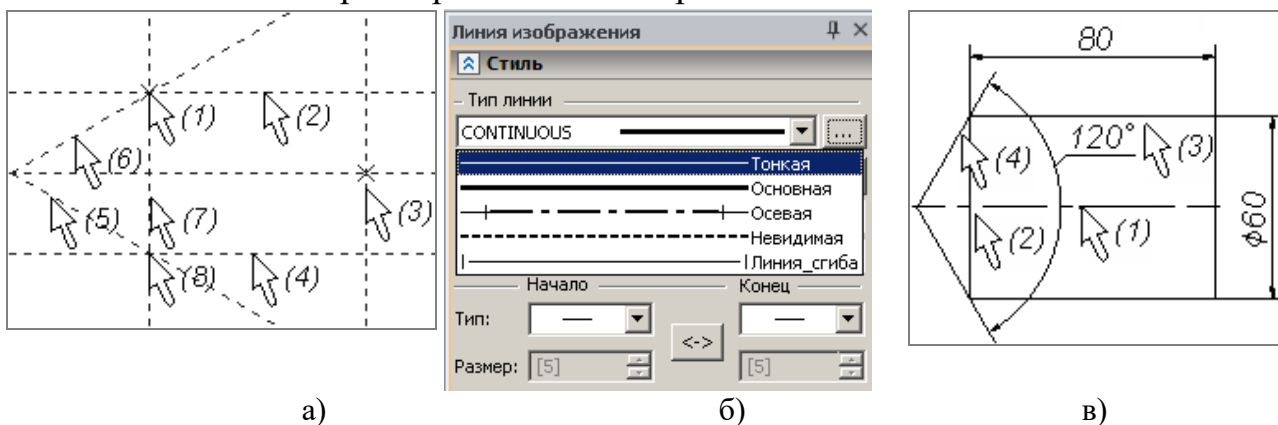

Рисунок 7 – Порядок создания линий изображения
Порядок построения: вызвать команду **Изображение**. По умолчанию в команде установлен тип линии «Основная», эта информация отображена на системной панели (смотри рисунок 1). Далее выбрать узел, с которого начнется создание изображения (1) (рисунок 7а), затем подвести курсор мыши к линии построения, дождаться изменения изображения курсора мыши и цвета линии построения, нажать левую клавишу мыши. При этом линия изображения начинает двигаться по линии построения. После этого последовательно указывать курсором на линии построения (2)-(7), на которых необходимо расположить линии изображения. Для завершения команды нужно указать на узел, которым закончится линия изображения (8), и нажать правую клавишу мыши. Затем с помощью кнопки  на системной панели установить тип линии «Осевая» (рисунок 7б) и вычертить ось (1) (рисунок 7в). Полученный чертеж имеет произвольные размеры, так как при построениях не задавались точные значения параметров линий построения.
2.1.8 Для изменения параметров чертежа до размеров, показанных на рисунке 7, в), выполните редактирование линий построения. Порядок построения: При пустом автоменю, подвести курсор мыши к редактируемой линии построения, дождаться когда линия построения подсветится, нажать левую клавишу мыши, задать в окне свойств линии построения необходимый параметр и нажать левую клавишу мыши или кнопку «Enter» на клавиатуре. Если в режиме редактирования в автоменю установить режим динамического пересчета модели , то чертеж в процессе редактирования будет динамически изменяться. Для вертикальной прямой (2) (Рисунок 7в) значение расстояния равно 80 мм, для горизонтальной (3) – 30 мм, для наклонной прямой (4) значение угла наклона – 60°. Полученный файл сохранить с именем «рис_1», при этом размеры на чертеже не проставлять.